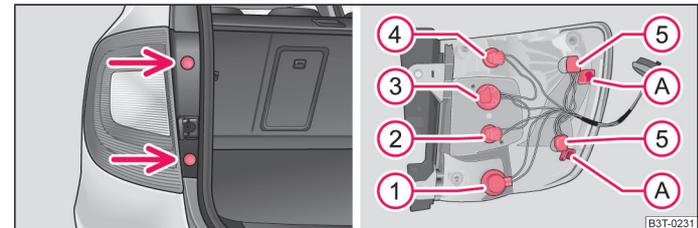

Abb. 209 Heckleuchteneinheit ausbauen (Combi)
- Nehmen Sie die Stopfen → Abb. 209 - links heraus und schrauben Sie mit einem Torx-Schlüssel die Heckleuchteneinheit ab¹⁾.
Einbaulage der Lampen ⇒ **Abb. 209**.